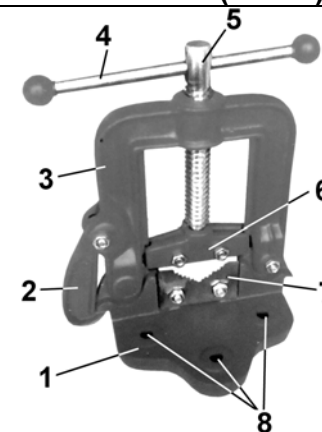

Рис. 2
### 5. УСТРОЙСТВО ТИСКОВ (Рис.2)
### 6. УСТАНОВКА ТИСКОВ, ЗАКРЕПЛЕНИЕ ЗАГОТОВКИ (Рис. 2; 3)
7.3. Периодически смазывайте все сопрягаемые поверхности и резьбу ходового винта (5), Рис.2.